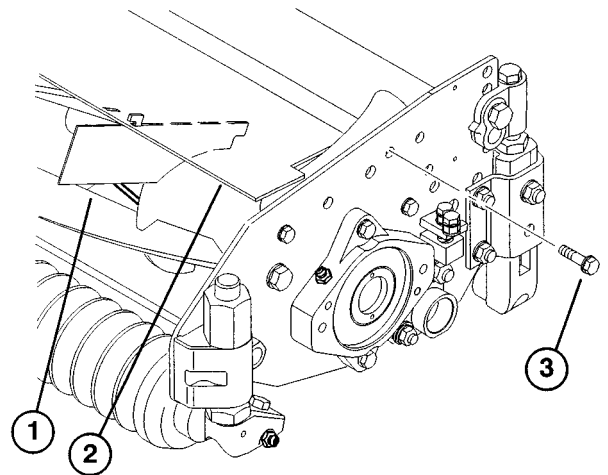

Bild 11
3. Um den Auswurfwinkel des Ablenkblechtes zu verändern, die Sechskantschraube (Bild 11) lockern, mit der das Blech an der linken Seitenwand befestigt ist, das Blech auf den gewünschten Winkel stellen und die Schraube wieder festziehen.